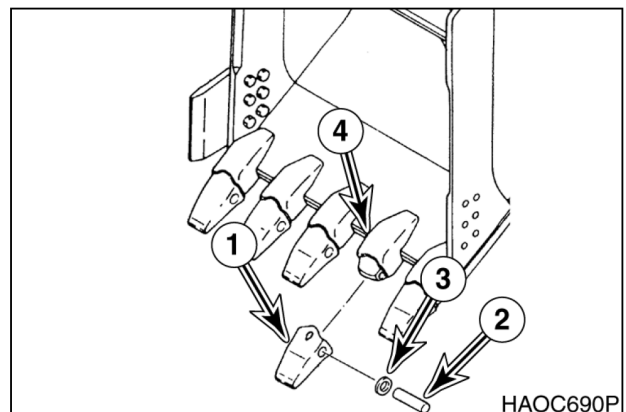

Рис. 2
2. Чтобы заменить зуб (1, рис. 2), использовать молоток и зубило, чтобы сдвинуть стопорный штифт (2) и стопорную шайбу (3) с адаптера зуба (4).